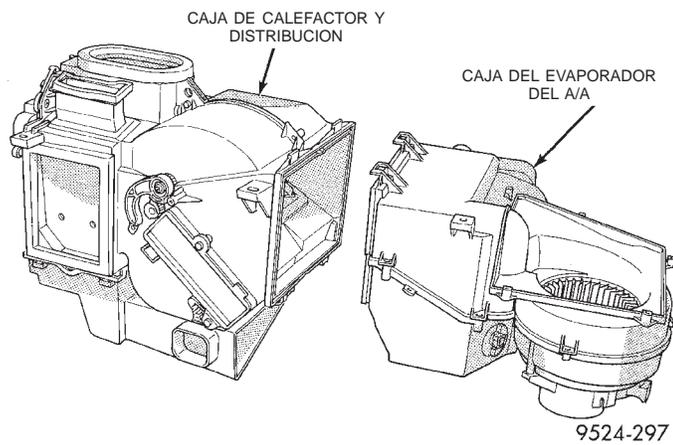

Fig. 88 Separación de las cajas
(18) Separe la caja del evaporador de la caja de calefactor/distribución (Fig. 88).